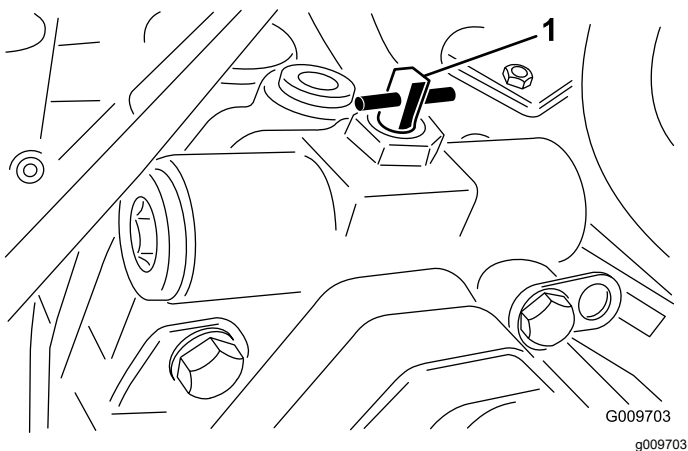

Figura 64
3. Girate la valvola di 90° (1/4 di giro) in qualsiasi direzione per aprirla e consentire al fluido di effettuare il bypass internamente (Figura 64).
2. Girate la valvola di 90° (1/4 di giro) in qualsiasi direzione per aprirla e consentire al fluido di effettuare il bypass internamente (Figura 64).